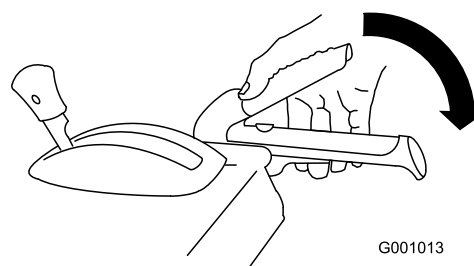

Figura31
1. Pentru a cupla unitatea de angrenaj melcat/rotor, strângeți maneta din partea dreaptă (angrenaj melcat/rotor) la mâner (Figura31).